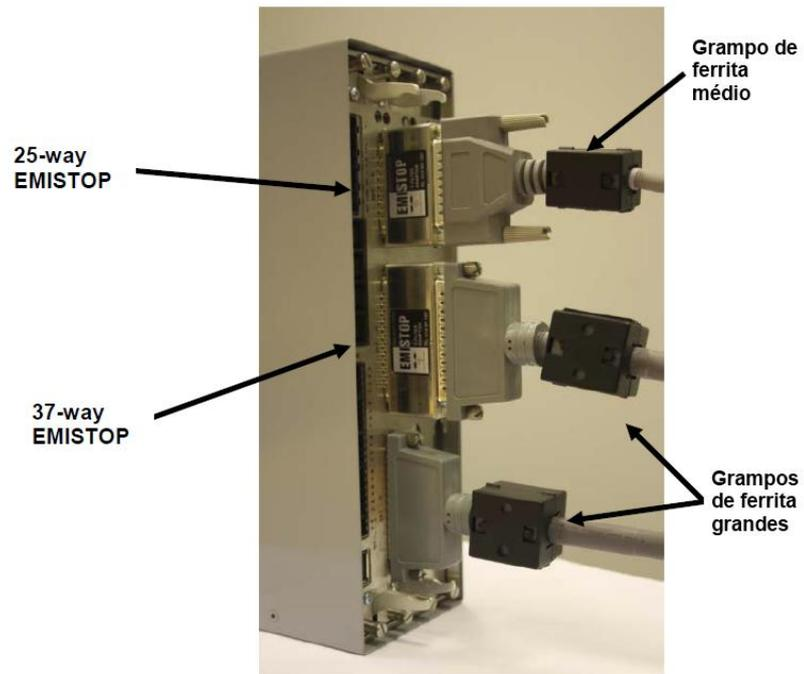

Figura 2-14. Grampos na Fiação do Módulo de I/O
4. Posicione e fixe os adaptadores EMISTOP 25-way e 37-way (veja a Figura 2-13) nos soquetes A e B, respectivamente, no módulo de I/O (veja a Figura 2-14).
6. Prenda um pequeno grampo de ferrita à fiação do soquete A no módulo de I/O. Prenda grandes grampos de ferrita em direção dos cabos aos soquetes B e C (veja a Figura 2-14).